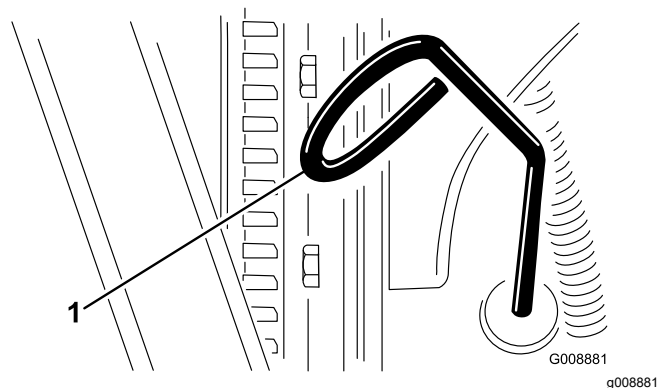

図 72
- ディップスティック 図 72 を抜きウェスで一度きれいに拭く。